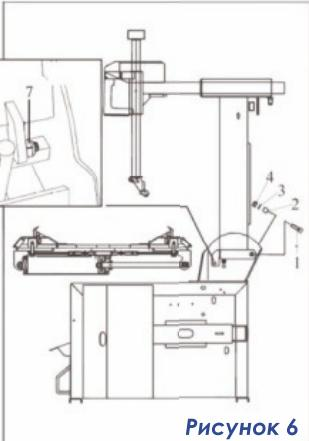

Рисунок 6
- Вставьте шарнирный палец (1), шайбу (3) и затяните гайку (4), Рис. 6.